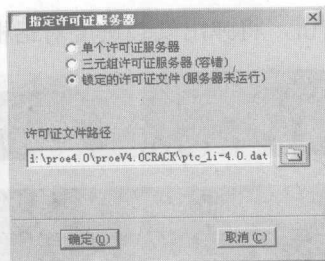

图 1-10 【指定许可证服务器】对话框
- (6) 单击【添加】按钮, 在弹出的【指定许可证服务器】对话框中选中【锁定的许可证文件(服务器未运行)】单选按钮, 并单击许可证文件选择按钮  选择经授权获得的许可文件, 如图 1-10 所示。